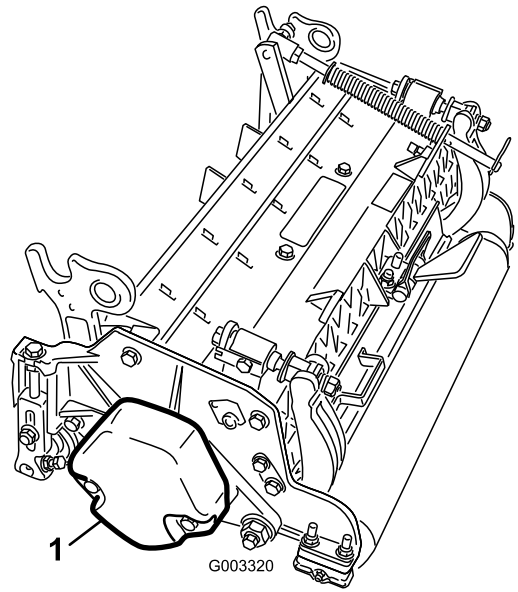

图3
4. 按照配重块套件图3安装说明的描述，确保将配重块 () 安装到滚刀组正确的一端上。